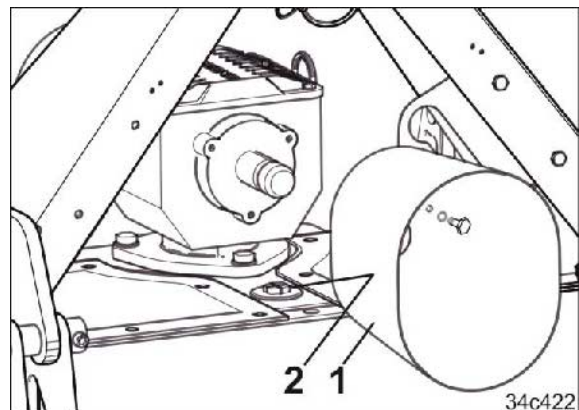

Fig. 181
2. Skru beskyttelsespotten (Fig. 181/1) af.
3. Åbn tætningsproppen (Fig. 181/2).